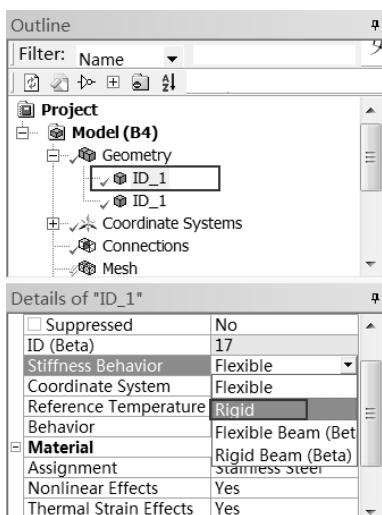

图 12-16 设置刚体
Step3：选择如图 12-16 所示的 ID_1 选项，在 Details of “ID_1” 面板的 Stiffness Behavior 栏中选择 Rigid 选项，将实体设置成刚体。